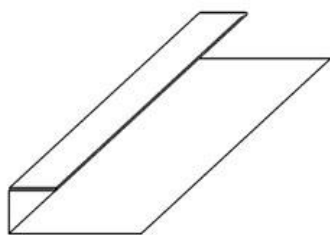

рисунок 3
- Используйте торцевую, угловую и стыковочную планку для маскировки стыков сайдинга в углах и переходах (рис.3,4,5):